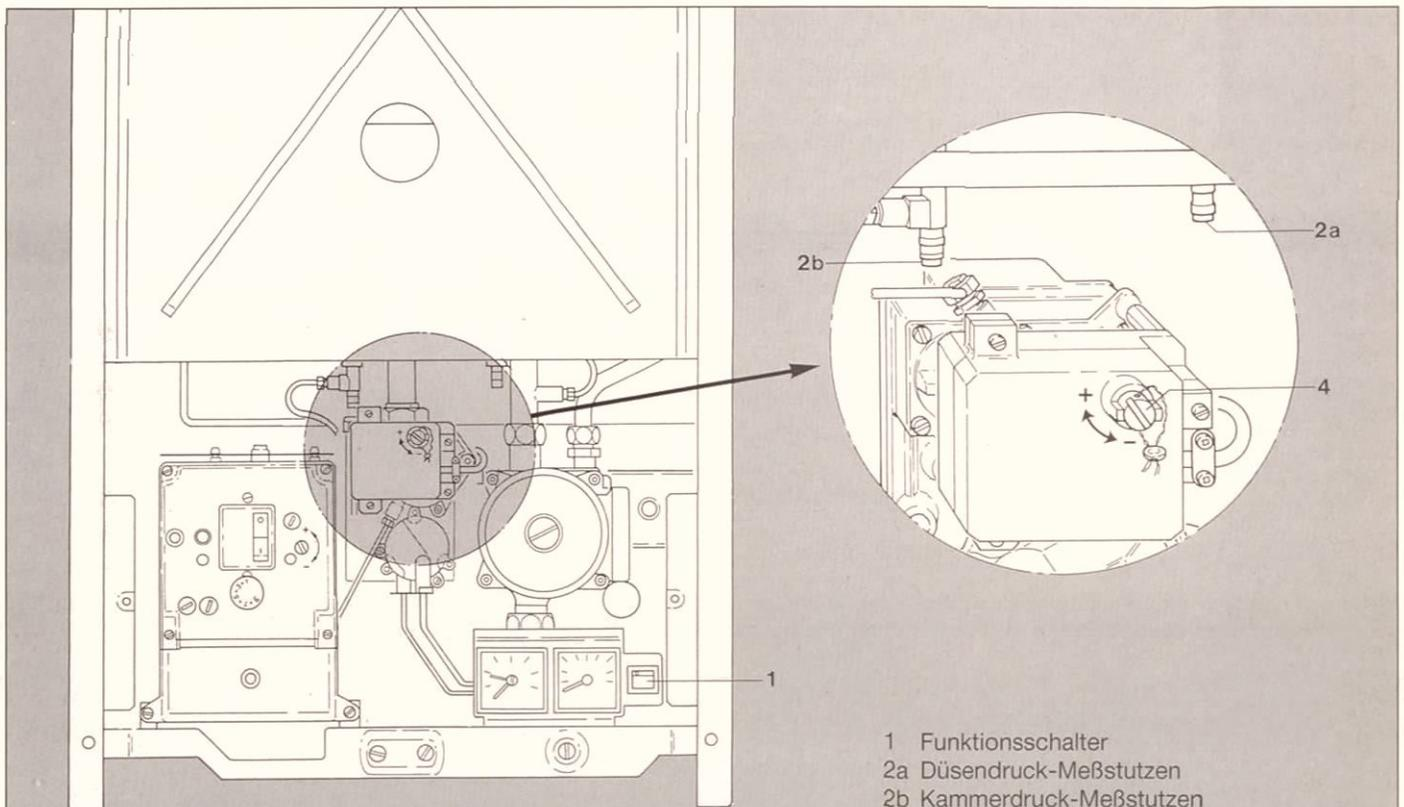

Abb. 12
- Funktionsschalter (1, Abb. 12) wieder ausschalten.